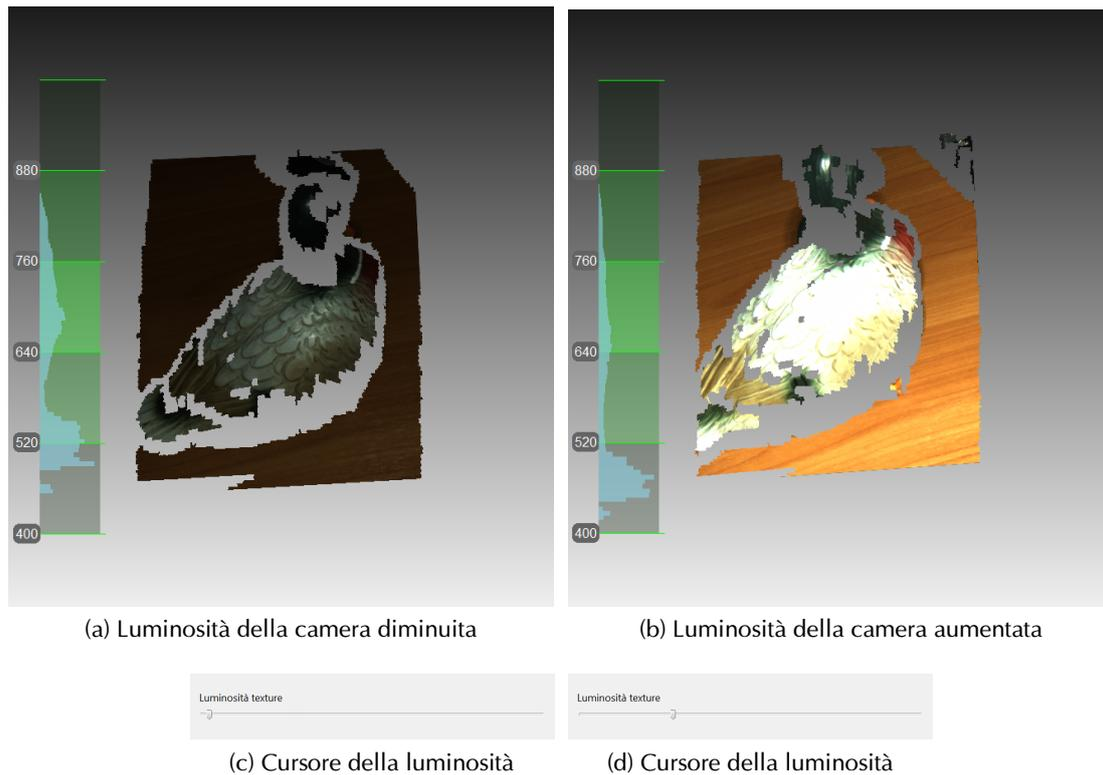

Figura 2.8: Regolazione della luminosità della camera
- *Luminosità texture* - cursore, disponibile solo per scanner Artec 3D, per aumentare o diminuire la luminosità dei frame catturati dalla camera texture. Si suggerisce di regolare la luminosità prima di iniziare la scansione, nella modalità anteprima (vedere figura 2.8).